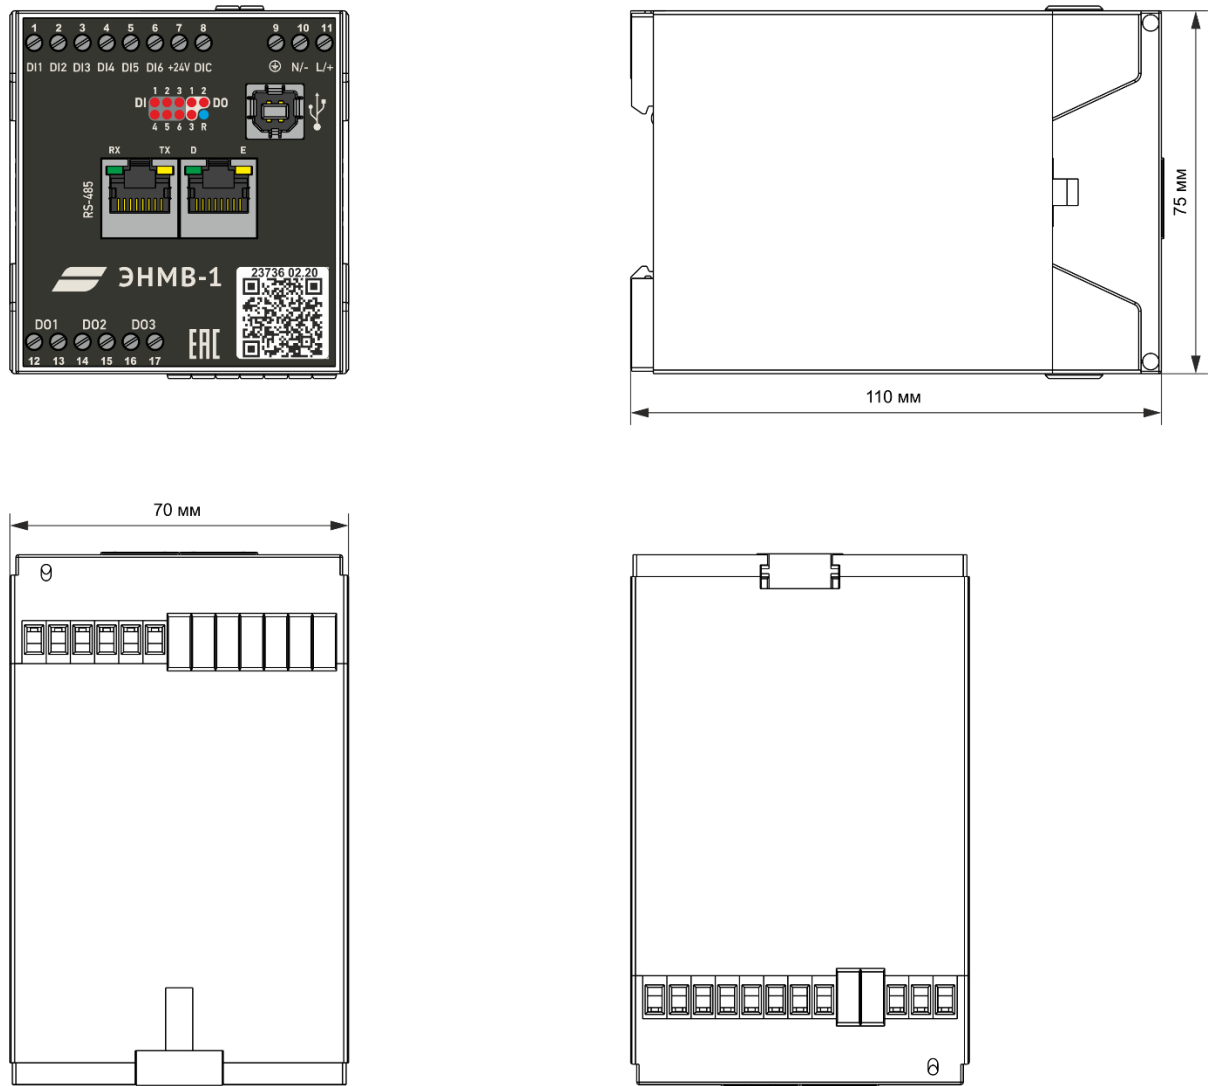

Рисунок 1.2. Габаритные размеры ЭНМВ-1-6/3R
1.3.5 Габаритные размеры ЭНМВ-1-6/3R приведены на рис. 1.2.